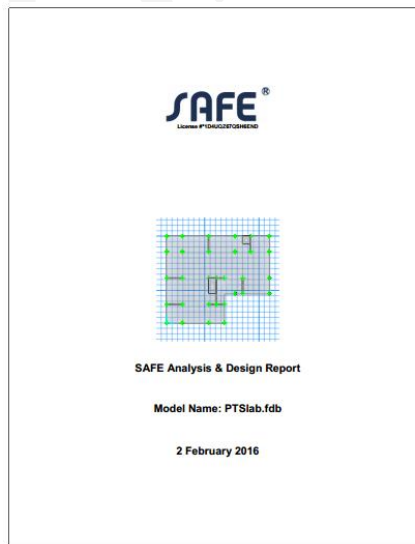

图 47 报告书封面页
- F. 在文件名称编辑栏输入 **PTSlab** 并点击**保存**按钮。将生成 word 格式的报告书并保存在你的电脑硬盘上，封面类似图 47 所示。